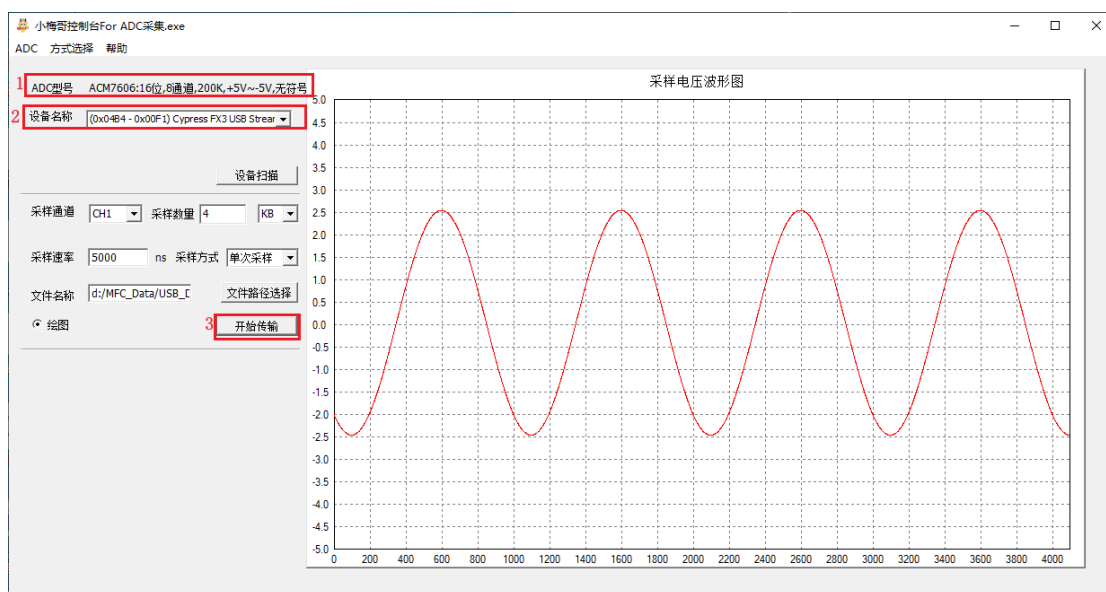

图 1-36 数据采集上位机显示图
4. 点击开始传输之后，可以看到在右边采样电压波形图界面可以直观看看到波形图，如下图 1-36 所示。需要注意的是波形图的横坐标对应的不是频率，而是采样数量。